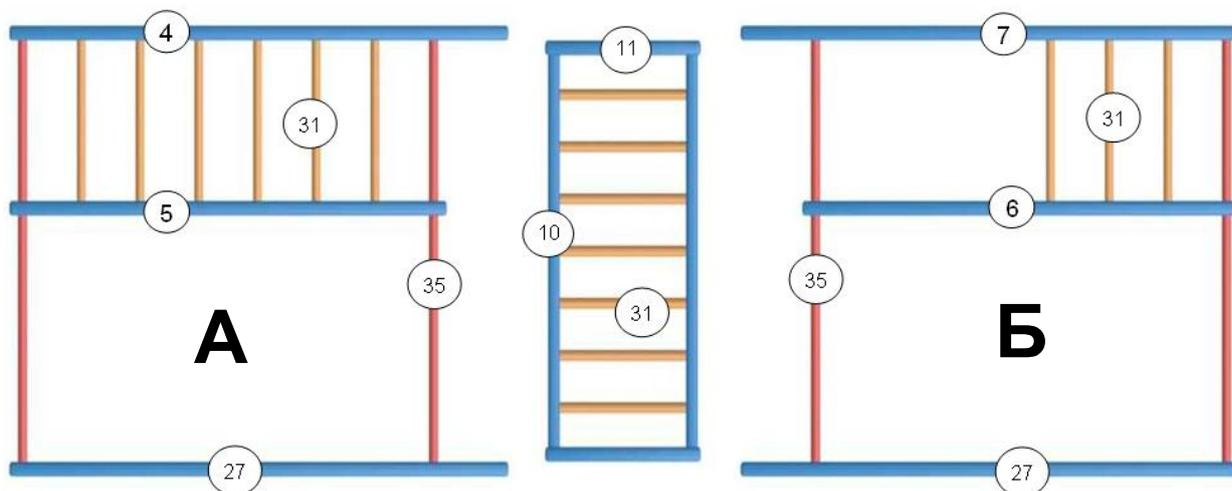

рис.2
4.2. Разложить комплектующие детали на свободном участке пола. Внимательно изучить рисунки и данное руководство. **Выбрать на рис.2 вариант сборки.**
В боковины рукохода (10) вставить перекладки (31). Зафиксировать винтами (61). Торцовые планки (11) прикрутить саморезами (69) к боковинам рукохода (10) как показано на рис.2.
Ознакомьтесь с рис.2. В стойки для лесенки (4) и (5) вставить перекладки (31) и закрепить винтами (61). Вставить перекладки (35), присоединить стойку (27) и наживите винтами не скручивая.